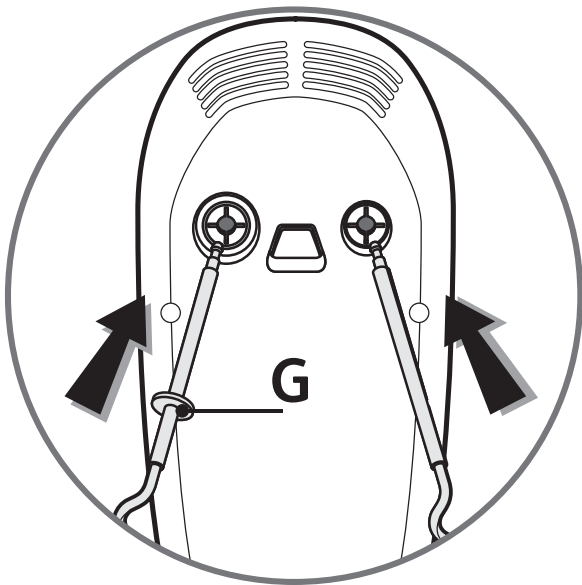

fig.1
отверстия и зафиксируйте их. **Венчики и крюки имеют специфическую форму, крюк или венчик с устройством, предотвращающим неверное соединение (G), вставляется слева, в более широкое отверстие (Рис.1).**
• **Эксплуатация на подставке (H) : (в зависимости от модели)**
- Вставьте ножки каждого из венчиков (**C**) или крюка (**E**) в специально предназначенные для этого отверстия и зафиксируйте их. **Венчики и крюки имеют специфическую форму, крюк или венчик с устройством, предотвращающим неверное соединение (G), вставляется слева, в более широкое отверстие (Рис.1).**